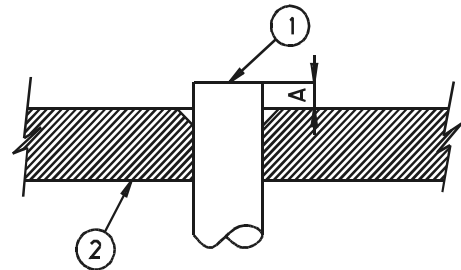

Figura 12: Svasatura del tubo
- Fare scorrere i dadi a cartella sopra il tubo, fissare il tubo all'utensile per il collegamento a cartella, come illustrato nella Figura 12, e completate la svasatura all'estremità del tubo. La lunghezza della sporgenza del tubo (A) dal blocco di svasatura varia a seconda del diametro del tubo, conformemente a quanto indicato nella tabella.